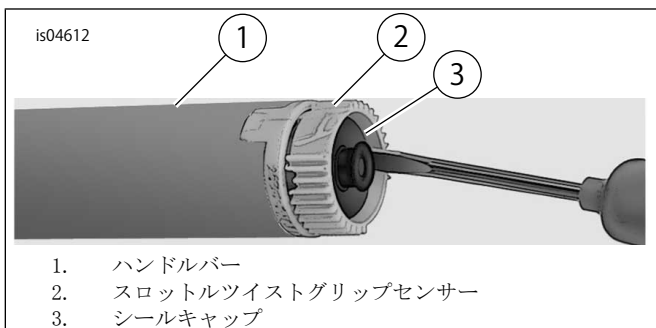

図2。シールキャップの取り外し
- ・ 図2を参照してください。小さなドライバーまたはその他のマイナスツールをシールキャップの片側の平らな部分に挿入します。